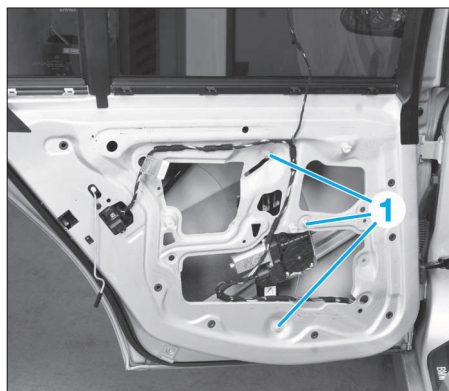

FIG. 67
- Déposer les écrous (1) de fixation du mécanisme de lève-vitre (Fig.67).